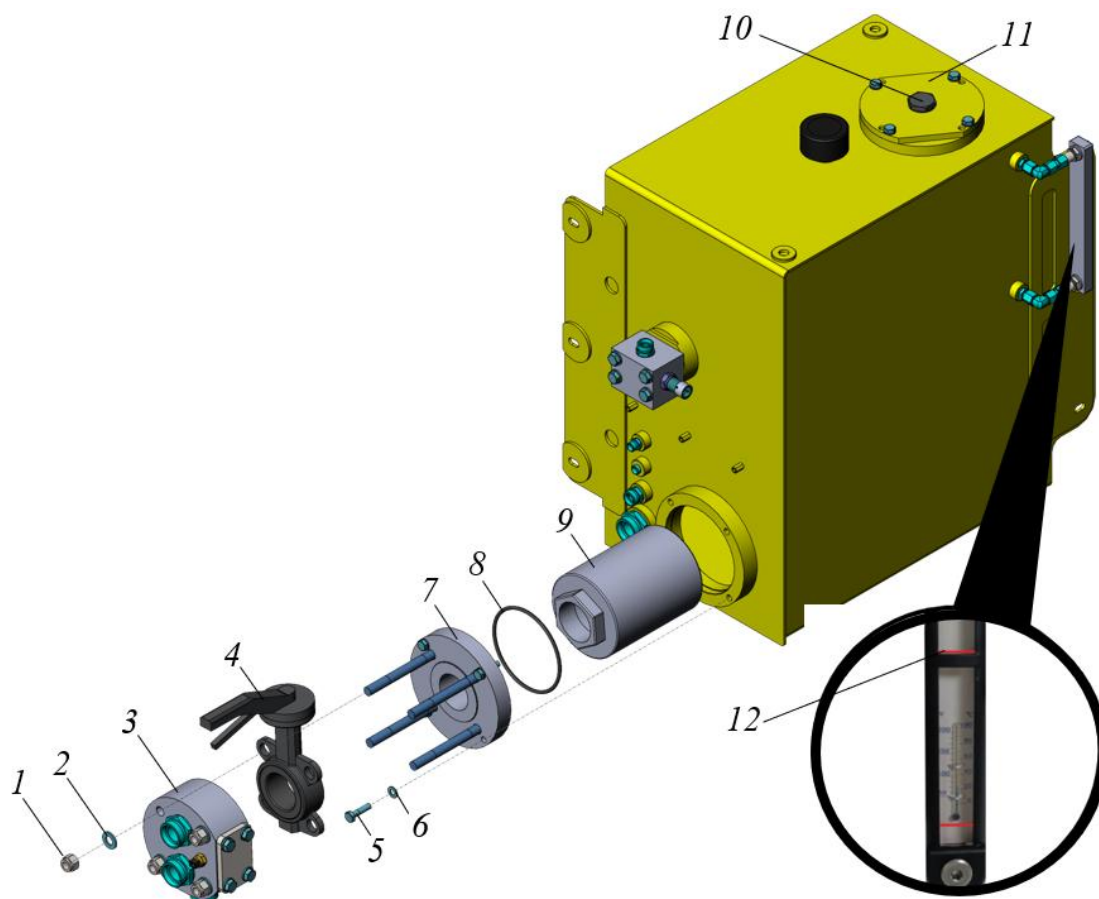

Рисунок 5.37. Бак гидравлический
- ▶ Ключом  на 24 отвернуть 4 крепежные гайки 1, снять шайбы 2, рис. 5.37.
- ▶ Отвести в сторону распределительную плиту 3 с дисковым затвором 4, обеспечив доступ к фланцу 7, рис. 5.37.
- ▶ Демонтировать фланец 7 из бака вместе с фильтром 9, рис. 5.37.
- ▶ Установить новый фильтрующий элемент 9 с фланцем 7 в бак, рис. 5.37.
- ▶ Ключом  на 41 Отвернуть пробку 10 на крышке фильтра сливной линии 11, предварительно очистив рабочую зону и область рядом с крышкой от загрязнений, рис. 5.37.
- ▶ Через фильтр в линии слива заправить бак гидравлическим маслом. Заправку производить до отметки «max» по измерительной линейке 12, см. рис. 5.37.
- ▶ По завершению процедуры заправки навернуть пробку 10 в крышку фильтра 11, рис. 5.37. Пробку 10 затянуть моментом 310-345 Н*м.